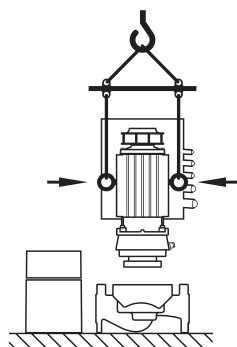

Fig. 9: Mootori transportimine
- Vajaduse korral, nt remondi puhul võib tõsteasad paigutada mootori äärikult ringi mootori korpusele (vt nt Fig. 9). Enne tõsteasade paigaldamist mootori korpusele tuleb vahetada tõsteasade avadest (Fig. 7, Pos. 20b) välja keerata (vt ptk 10.2.1 „Võllitihendi vahetamine” leheküljel 48).
- Kui tõsteasad on mootori äärikult eemaldatud ja mootori korpusele kinnitatud, tohib nende abil kanda või teisaldada ainult siseosakomplekti (Fig. 9), mitte aga kogu pumba või kasutada neid siseosakomplekti lahutamiseks pumbakorpusse.